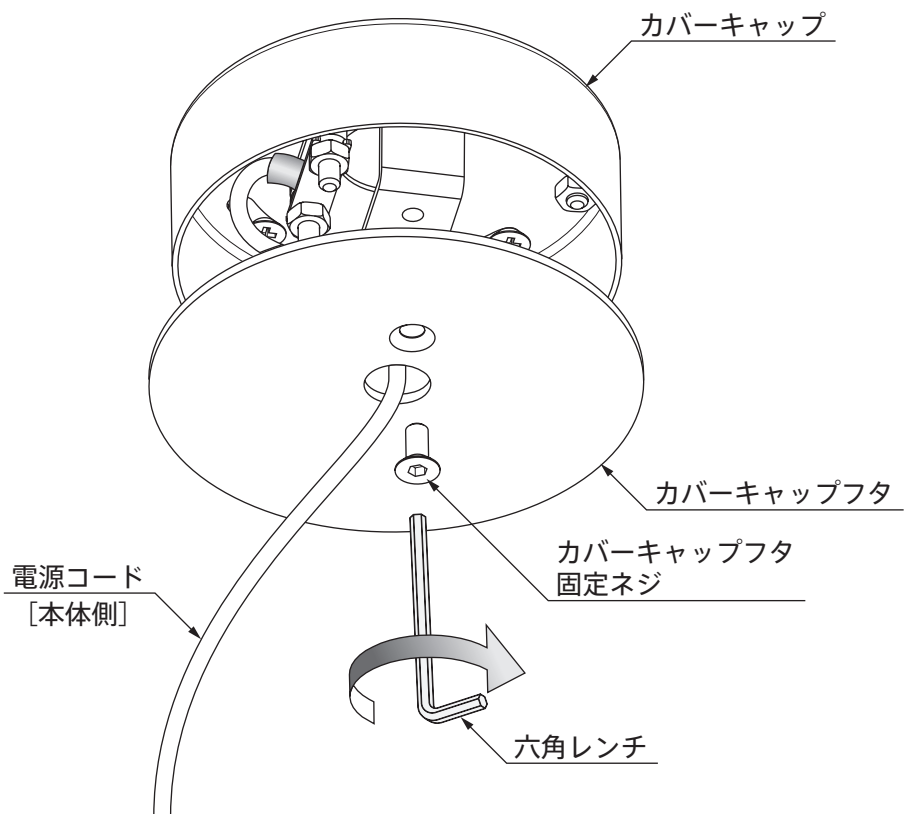
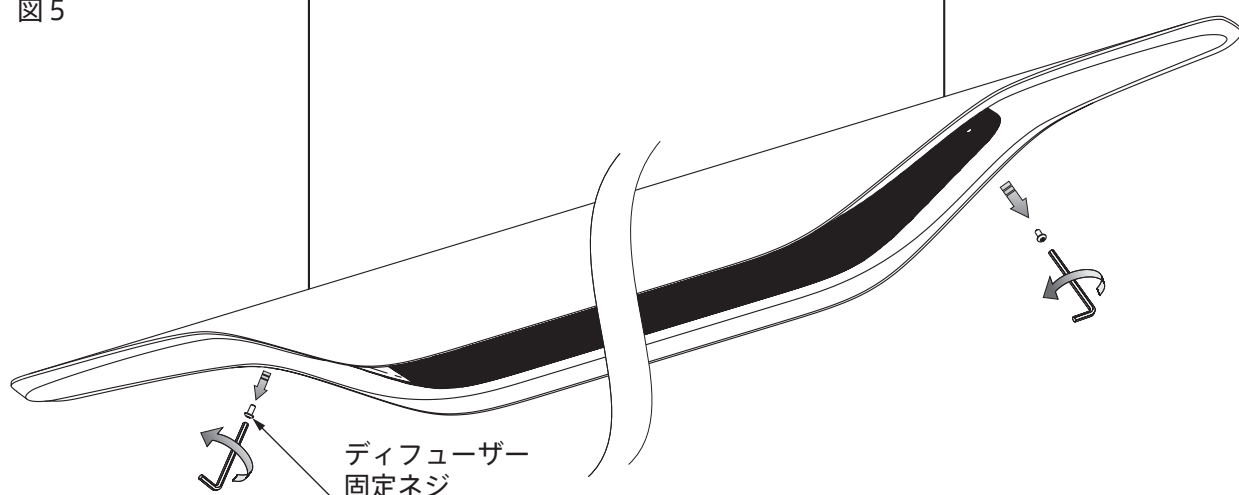

図 5
図 6
7. ディフューザー固定ネジを外して (図 5)、ディフューザーをスライドさせて取り外します。(図 6)